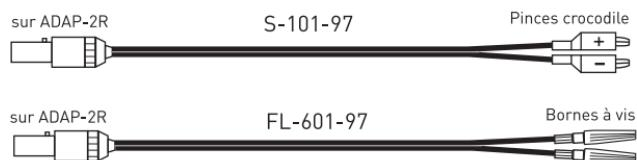

Figure 11 : Câble à usage unique de Remington Medical Inc. (États-Unis uniquement)
- Le **câble adaptateur ADAP-2R** est un câble réutilisable qui sert à relier les câbles à usage unique conformément à la figure 11 (États-Unis uniquement), avec Reocor D (utiliser les adaptateurs Redel).